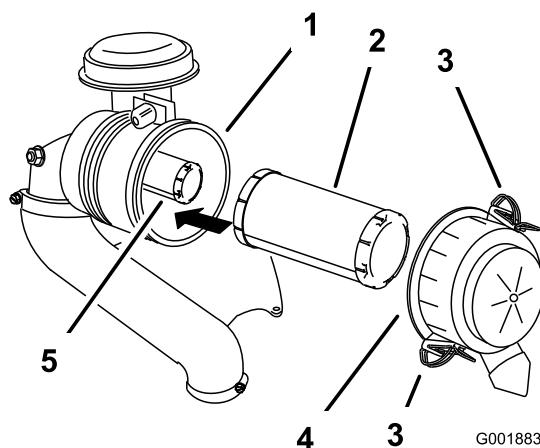

Figura 41
3. Liberte os trincos do filtro de ar e empurre a cobertura do filtro de ar para fora do corpo do filtro (Figura 41).
5. Empurre suavemente o filtro primário para fora do corpo do filtro de ar (Figura 41).
2. Se substituir o filtro interior, empurre-o com cuidado para o corpo do filtro (Figura 41).
- Empurre com cuidado o filtro principal sobre o filtro de segurança (Figura 41).
- Monte a cobertura do filtro de ar e fixe os trincos (Figura 41).